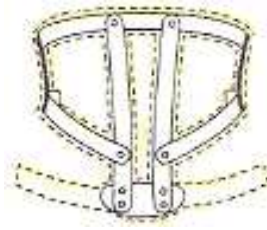
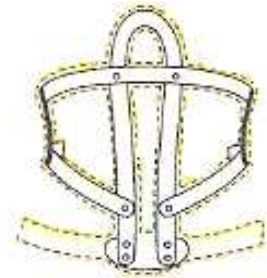

Figure 41 : CIVB-2 (27)
Figure 42 : CIVC-2 (27)
- CIVB (Figure 41) ou C (Figure 42) type 2 :